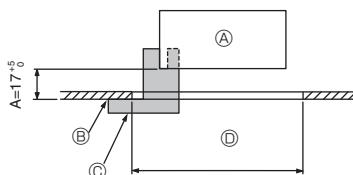
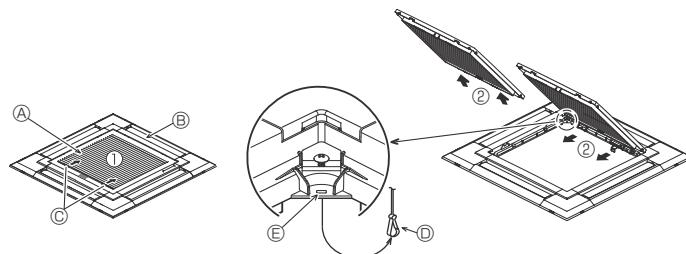
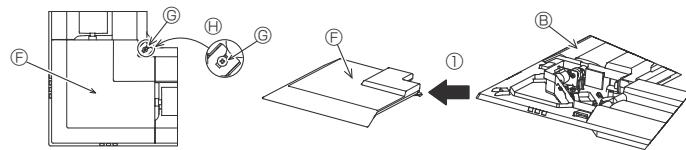

Fig. 9-2
Fig. 9-3
Fig. 9-4
①	Grille	1	950 x 950 (mm)
②	Schéma d'installation	1	(Divisé en 4 parties)
③	Vis (4 x 16)	1	Pour PLP-6EAE, PLP-6EALE, PLP-6EALME2
④	Panneau en coin i-see sensor	1	Pour PLP-6EAE, PLP-6EALE, PLP-6EALME2
⑤	Télécommande sans fil	1	Pour PLP-6EALM2, PLP-6EALME2
⑥	Support de la télécommande	1	Fournie s'il s'agit d'un modèle avec télécommande sans fil. *
⑦	Piles LR6 AA	2	Fournie s'il s'agit d'un modèle avec télécommande sans fil. *
⑧	Vis autotaraudeuses 3,5 x 16	2	Fournie s'il s'agit d'un modèle avec télécommande sans fil. *
9.2. Préparation avant d'attacher la grille (Fig. 9-2)
- À l'aide de la jauge ② fournie avec ce kit, ajustez et vérifiez la position de l'appareil principal par rapport au plafond. Si l'appareil principal n'est pas correctement positionné par rapport au plafond, des fuites d'air peuvent se produire et provoquer un phénomène de condensation.
- Ⓒ Schéma d'installation ② (inséré dans l'appareil principal)
9.2.1. Retrait de la grille d'admission (Fig. 9-3)
- Pour ouvrir la grille d'admission, faire glisser les leviers dans le sens indiqué par la flèche ①.
- Lorsque la grille se trouve en position "ouverte", retirer la charnière de la grille d'admission comme indiqué par la flèche ②.
9.2.2. Retrait du panneau en coin (Fig. 9-4)
- Dévissez les 4 vis de coin. Pour retirer le panneau, faites-le glisser dans le sens indiqué par la flèche ①.
[Fig. 9-3] [Fig. 9-4]